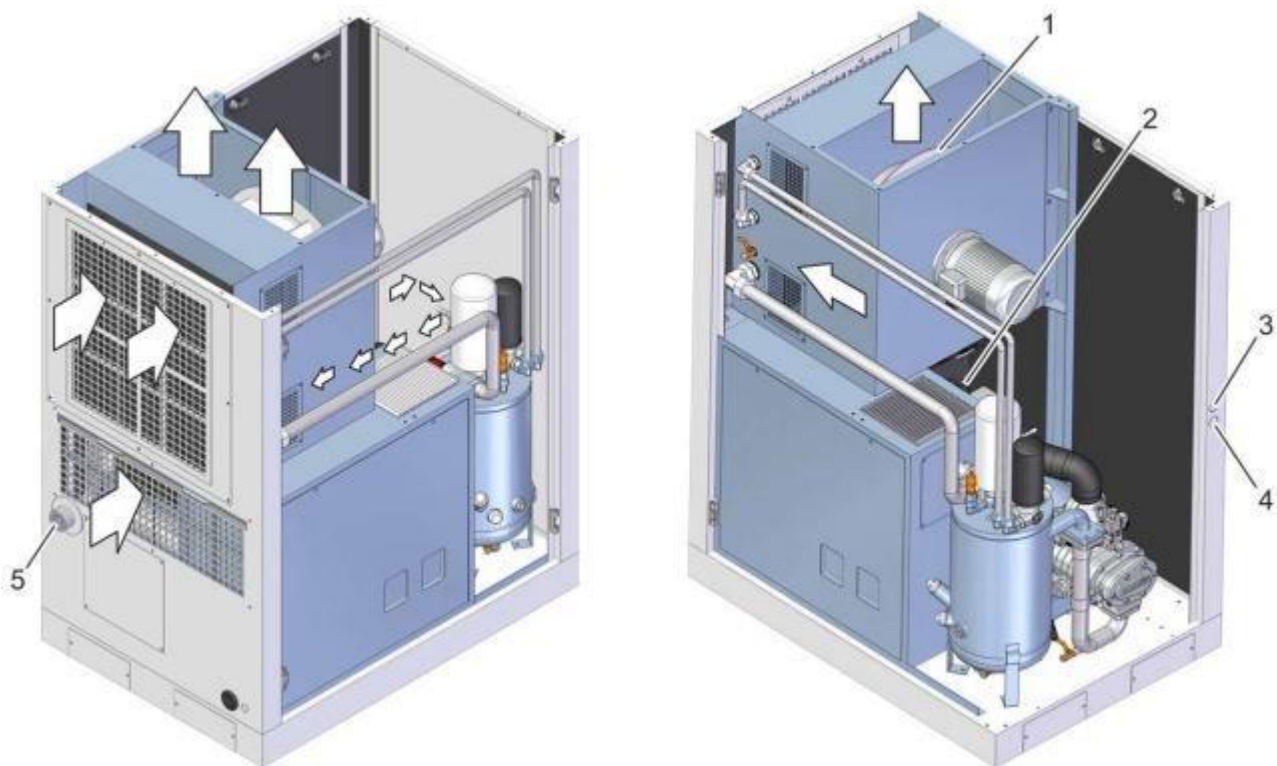

Рис. 15: Схема потоков охлаждающего воздуха и сжатого воздуха.
- Вентилятор охлаждения (Рис. 15 поз.1)
- Воздушный фильтр (Рис. 15 поз.2)
- Подача сжатого воздуха потребителю (Рис. 15 поз. 5)